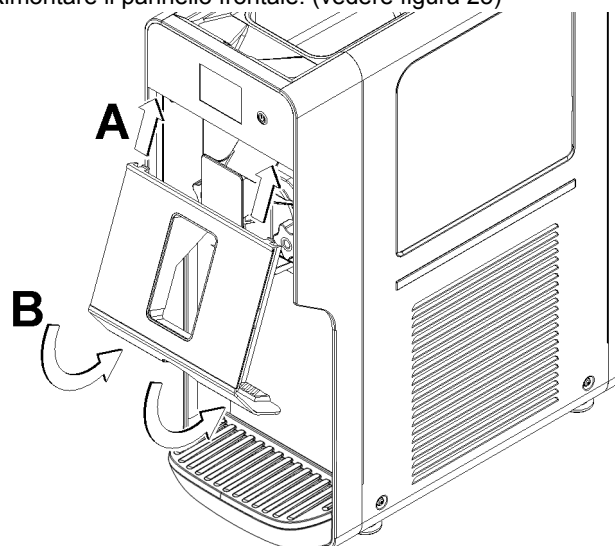

figura 25
- 6 Rimontare il pannello frontale. (vedere figura 25)